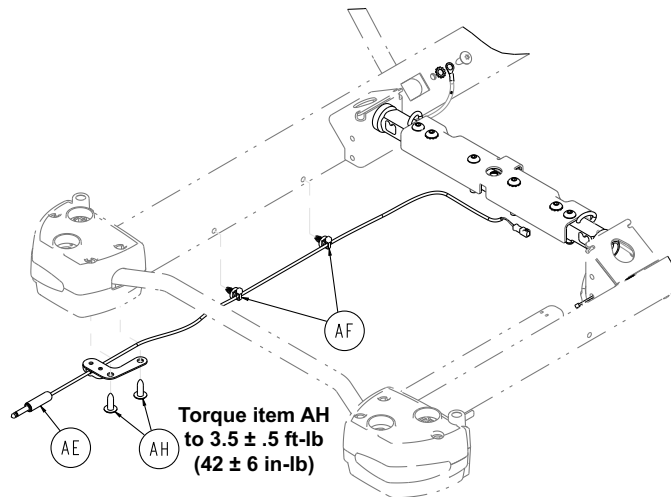

Figure 43 – Ensemble de câble de vérin 1/4 po
7. À l'aide d'un coupe-fil, couper les deux supports (AF) qui fixent le câble à prise jack 1/4 po sur le côté gauche du patient du tube de la barrière latérale (Figure 43). Jeter les supports de câble.
9. À l'aide d'une clé Torx T40, retirer les deux vis à métaux à tête bombée (AH) qui fixent l'ensemble de câble de vérin 1/4 po (AE) au bas de la butée côté gauche du côté tête du patient (Figure 43). Conserver les vis à métaux à tête bombée.